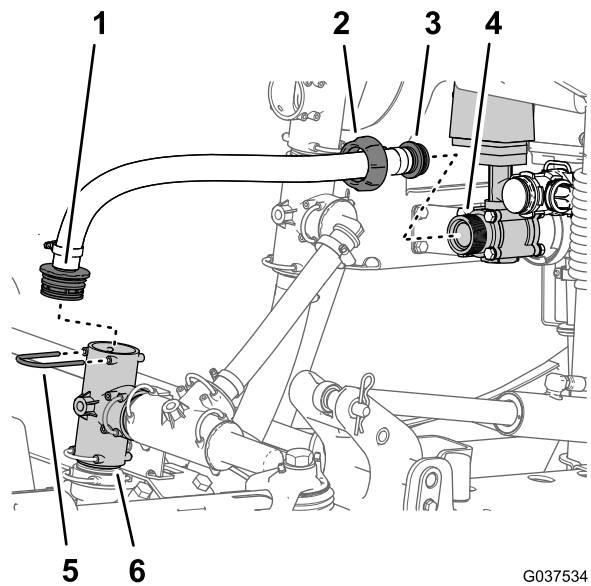

Figure 37
4. Desserrez complètement l'écrou volant du flexible d'alimentation du pulvérisateur sur le raccord fileté de la vanne de commande générale (Figure 37).
5. Déposez l'étrier qui fixe le raccord cannelé droit du flexible d'alimentation du pulvérisateur et le raccords en T sur la pompe de pulvérisation (Figure 37)
6. Retirez le flexible d'alimentation du pulvérisateur de la machine (Figure 37).